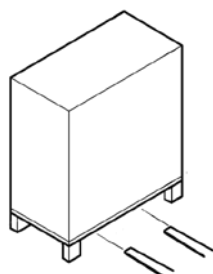

Рис. 24: Транспортировка при помощи вилочного автопогрузчика
1. Подведите вилочный захват автопогрузчика, как показано на Рис. 24.